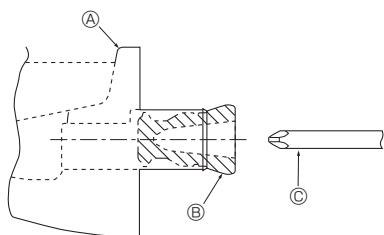

Fig. 5-1
- Ved røropplegg fra venstre side skal gummipluggen føres inn i høyre avløpsåpning. (Fig. 5-1)